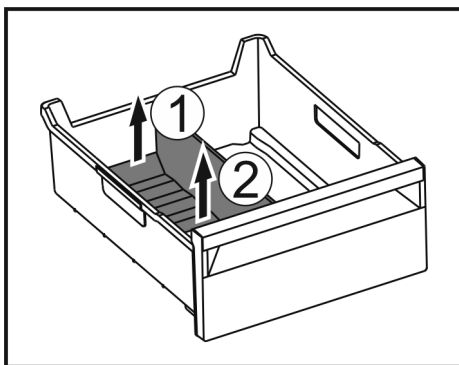

Fig. 184
- Levantar la parte posterior del separador para congelador. Fig. 184 (1)
- Extraer el separador para congelador hacia arriba. Fig. 184 (2)